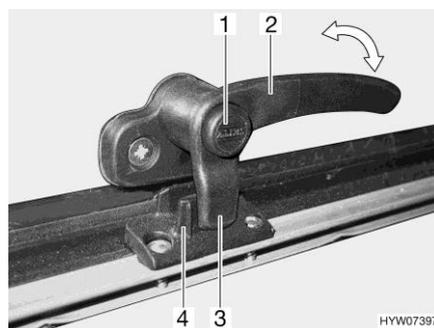
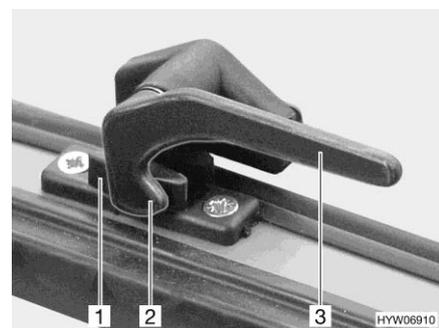

Fig. 88 Palanca de bloqueo con botón de seguridad en la posición "cerrada"
Fig. 89 Palanca de bloqueo en la posición "cerrada"
- Si existe, pulsar el botón de seguridad (Fig. 88,1) y mantenerlo pulsado.
- Girar todas las palanca de bloqueo (Fig. 88,2 ó Fig. 89,3) un cuarto de vuelta hacia el centro de la claraboya.
- Girar todas las palancas de bloqueo (Fig. 88,2 ó Fig. 89,3) un cuarto de vuelta hacia el marco. El saliente de bloqueo (Fig. 88,3 ó Fig. 89,2) se encuentra en la cara interior del bloqueo de la claraboya (Fig. 88,4 ó Fig. 89,1).
- En la posición "cerrada fijamente" (Fig. 88 y Fig. 89)